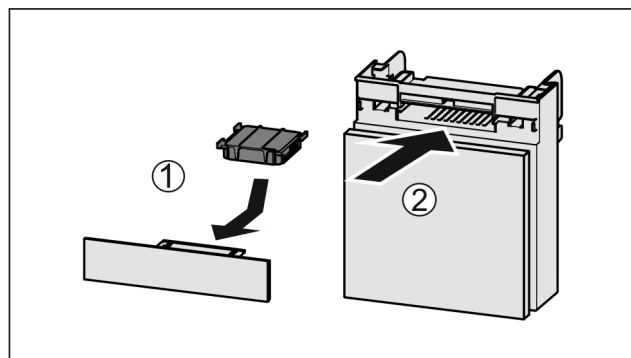

Fig. 53
- ▶ Helyezze be Fig. 53 (1) az aktív szén-szűrőt az ábrán látható módon.
- ▶ Tolja be Fig. 53 (2) a rekeszt.